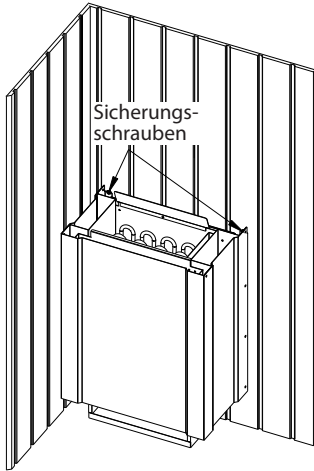
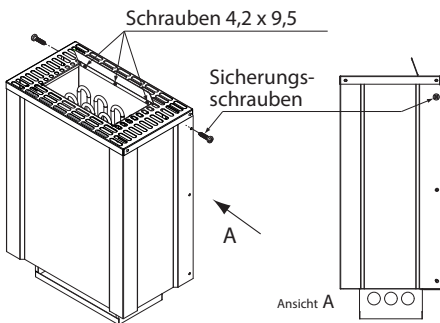

Abb. 9
Abb. 10
6. Das Saunaheizgerät mit 2 Schrauben durch die am hinteren Ofenrand befindliche Bohrung an der Wand (Abb. 9) oder seitlich, wie in Abb. 10 gezeigt sichern.
7. Das beiliegende Strahlblech, wie in Abb. 10 gezeigt mit 3 Schrauben 4,2 x 9,5 und die beiden Sicherungsschrauben festschrauben.